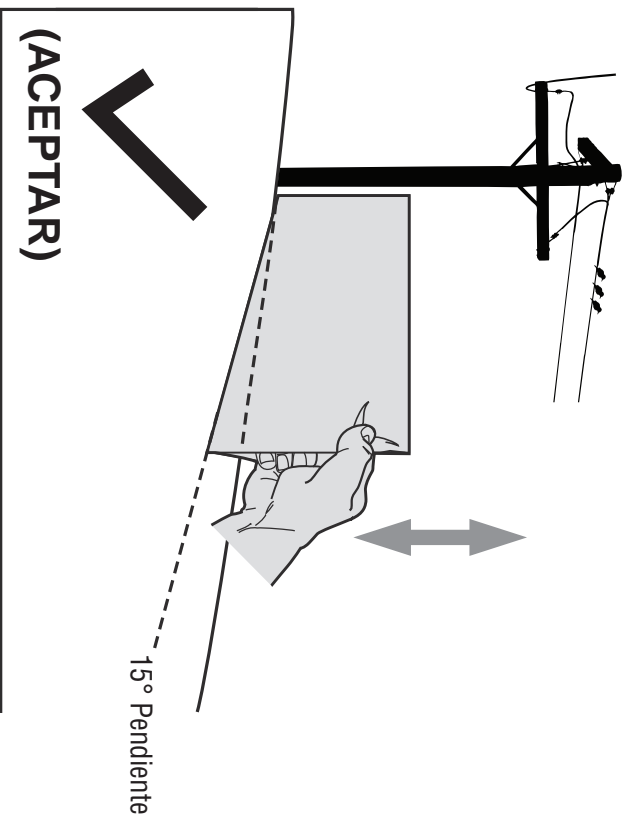
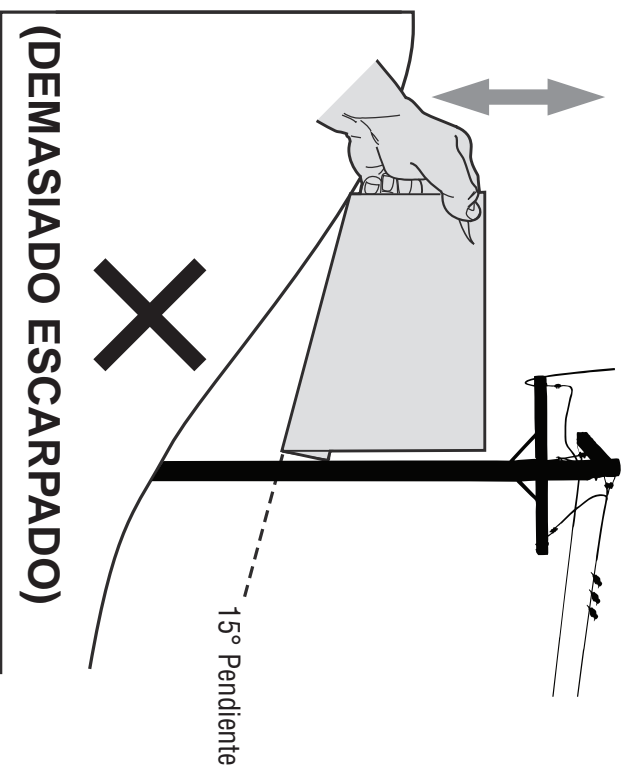

Figura 1
Figura 2
3. Alinee cada lado de pendiente de calibre con el objeto vertical (consultar Figura 1 and Figura 2 ).
4. Ajuste el pendiente de calibre arriba o hacia abajo hasta los toques esquina izquierda el pendiente (consultar Figura 1 and Figura 2).
5. Si hay un espacio por debajo de la pendiente de calibre, el pendiente es demasiado escarpado por operación segura (consultar Figura 2 above).